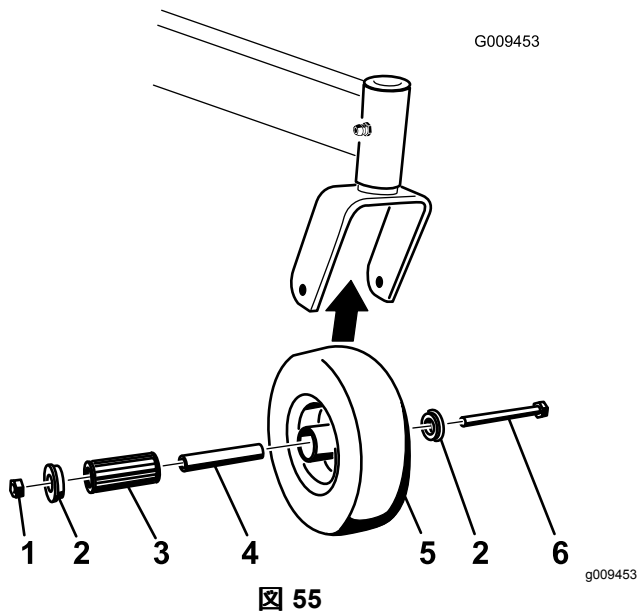

図 55
1. キャスタホイールをキャスタフォークに保持しているボルトとロックナットを外す 図 55。
2. ブッシュをひとつ外し、次にスパナブッシュとローラベアリングをハブから外す 図 55。
3. ハブについているもうひとつのブッシュも外し、ハブについているグリスや汚れを除去する 図 55。
**注** 破損したり磨耗したりしている部品は交換する 図 55。
5. ホイールハブにブッシュを一つ入れる 図 55。
6. ローラベアリングとスパナブッシュにグリスを塗って、ホイールハブに取り付ける 図 55。
7. ハブにもうひとつのブッシュを入れる 図 55。
8. キャスタホイールをキャスタフォークに取り付け、ホイールボルトとロックナットで固定する 図 55。
9. スパナブッシュがキャスタフォーク内部に当たるまでロックナットを締め付ける 図 55。